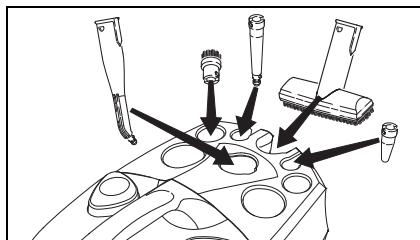

Fig. 1
- Introduzca la boquilla de limpieza manual (E1) en el soporte para accesorios correspondiente (véase la fig. 1).